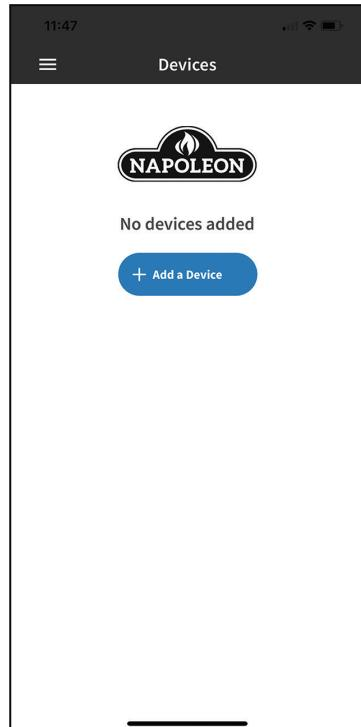

Fig. 3
- Sélectionnez "Ajouter un appareil" et acceptez les autorisations (**Fig. 3 & 4**).